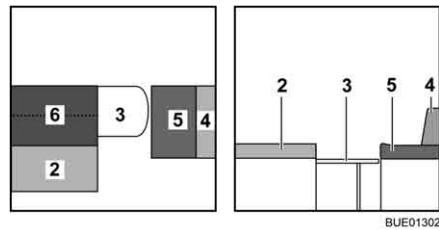

Bild 119 Under ombyggnaden
- Fäll upp den extra dynan (Bild 119,6) och lägg den på bordet.